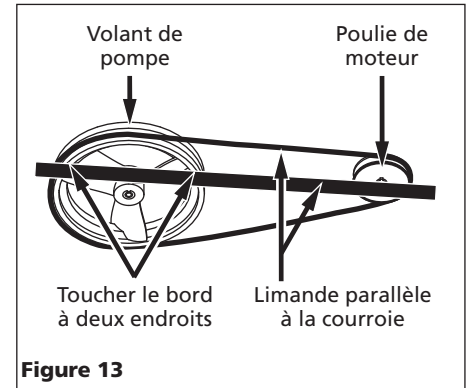

Figure 13
- e. Pour aligner la courroie, placer une limande contre la face du volant, touchant le bord à deux endroits (Voir la Figure 13).
- f. Ajuster le volant ou la poulie du moteur afin que la courroie soit parallèle à la limande (Voir la Figure 13).